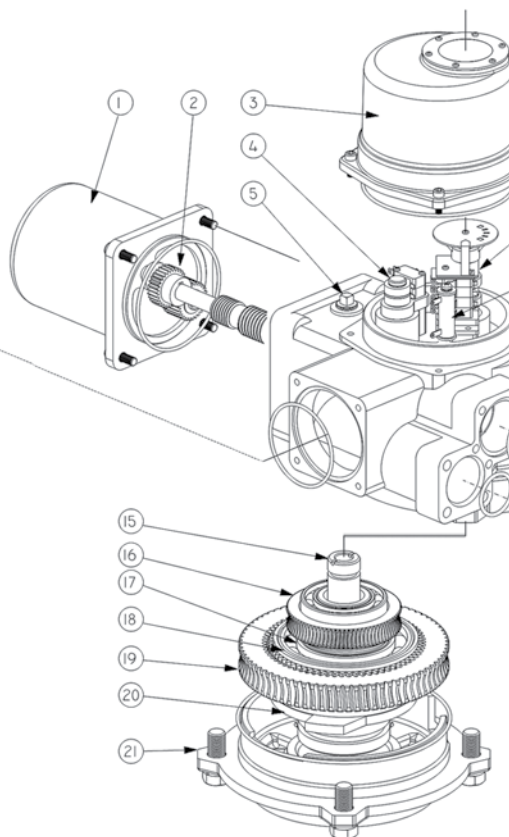
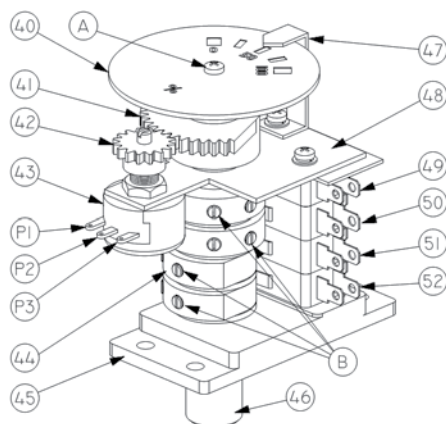
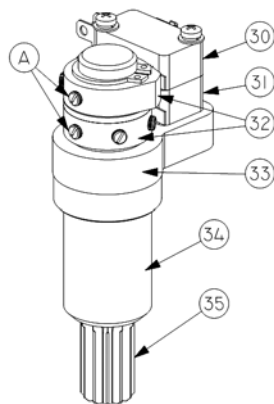

Рис.1 Электропривод ГЗ-ОФ
Рис. 2 Индикатор положения затвора арматуры
Рис.3 Двухсторонняя муфта ограничения крутящего момента
Электропривод состоит из следующих узлов и деталей (рис.1): электродвигателя (1); силового редуктора, в состав которого входит: червячный редуктор (11, 16), червячный редуктор маховика ручного дублера (13,19) и планетарная передача (18); двухсторонней муфты ограничения крутящего момента (моментной муфты) (4); ограничителя хода выходного вала (6); индикатора положения затвора арматуры (40, 47) (рис.2); выходного вала (15); механических упоров открытия и закрытия (9,10); клеммной колодки контактных соединений (23) и корпусных деталей.
Вращение электродвигателя (1) через прямозубую цилиндрическую шестерню (2) передается на червячный редуктор (11, 16), который соединен через планетарную передачу (18) с муфтой сцепления (20). Вращение муфты сцепления обеспечивает вращательное движение выходного вала (15). Выходной вал электропривода механически связан с индикатором положения затвора арматуры (40, 47) (рис.2) и ограничителем хода
Ограничитель хода выходного вала (6) механически связан с выходным валом (15). При достижении ограничителем хода выходного вала заданных параметров микровыключатели (49,50,51,52) (рис.2) отключают электропитание электродвигателя.
Индикатор положения затвора арматуры (40,47) (рис. 2) механически связан с валом ограничителя хода выходного вала. После надлежащей настройки указания индикатора соответствуют определенным положениям затвора арматуры независимо от режима работы электропривода – ручного или электрического.
При достижении предварительно установленной величины крутящего момента в положении ЗАКРЫТО или ОТКРЫТО, либо в случае аварийного заклинивания штока затвора арматуры в промежуточном положении, выходной вал (15) (рис.1) с червячным колесом (16) останавливается, а червяк (11), ввинчиваясь в венец червячного колеса (16), вследствие продолжающегося вращения ротора электродвигателя, начинает перемещаться в осевом направлении, сжимая тарельчатые пружины (12). Величина сжатия тарельчатых пружин определена настроенным крутящим моментом моментной муфты. Поступательное движение червяка (11) приводит к вращению вала моментной муфты (34) (рис.3). Кулачки (32), расположенные на валу моментной муфты, нажимают кнопки муфтовых микровыключателей (30, 31), размыкая цепь управления питанием электродвигателя электропривода.
2.6 МЕХАНИЧЕСКИЕ УПОРЫ (рис. 1)
3. ЭЛЕКТРИЧЕСКАЯ СХЕМА УПРАВЛЕНИЯ (рис.3)
Для управления электроприводом ГЗ-ОФ применяется электрическая схема, приведенная на рис.3. При достижении затвором арматуры конечных положений
Снять крышку корпуса клеммных колодок контактных соединений (22) (рис.1). Подключить электропривод согласно схеме (рис.3). Закрывать крышку корпуса клеммных колодок. При помощи маховика перевести затвор арматуры в среднее положение. Далее проверить направление движения затвора арматуры при работе от электродвигателя на открытие и закрытие: диск индикатора положения затвора арматуры (40) (рис. 2) должен вращаться в сторону закрытия (открытия). Пуск осуществлять